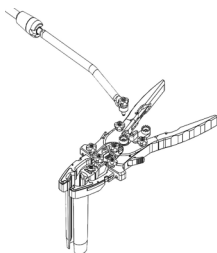

Figura 11
- Alinee los dientes de las estrellas en el extremo distal del **brazo articulado** (ML-0061) o la **interfaz de brazo** (ML-0902) y en el punto de fijación deseado en el marco del **retractor**, apriete a mano y asegúrelo en su lugar con el **destornillador hexagonal** (figura 11).